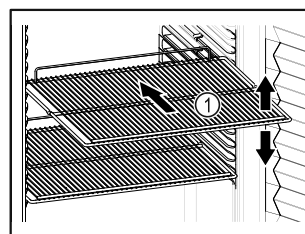

Fig. 62 Vejledende illustration
- Tilpas højden, når bæreristene Fig. 62 (1) kan flyttes.